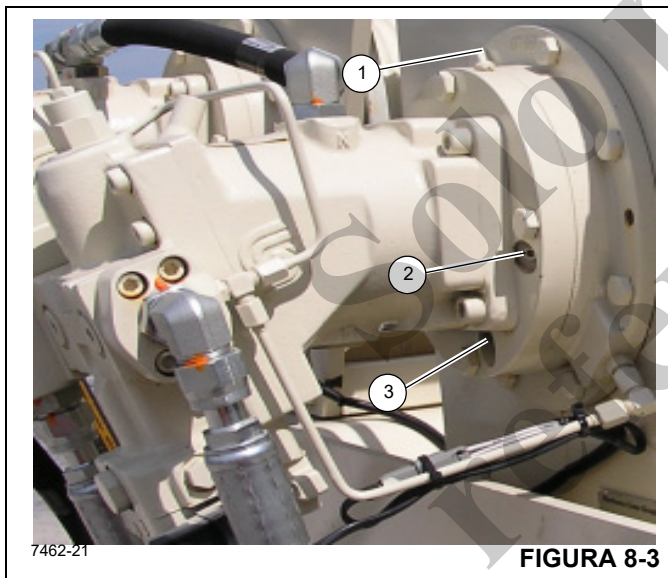

FIGURA 8-3
Para revisar el aceite de freno del malacate, saque el tapón de inspección (2, Figura 8-3) e inspeccione el nivel de aceite visualmente. El líquido deberá estar al nivel del fondo del agujero de inspección. Si se necesitan más fluidos, agregar a través del agujero del tapón de llenado y del ventilador del aceite de freno hasta que el aceite esté en el nivel inferior del agujero de inspección (1).
Para vaciar y añadir aceite nuevo, quite el tapón de vaciado (3, Figura 8-3), tapón de inspección (2) y tapón de ventilación (1), y vacíe el aceite hidráulico. Vuelva a instalar el tapón de vaciado (3) y añada fluido por el agujero de inspec-
Se recomienda cambiar el aceite en el mecanismo y en las secciones del freno después de las primeras 50 horas de funcionamiento y cada 1000 horas o 6 meses de uso. El aceite del mecanismo se vacía retirando el tapón con respiradero/de vaciado (vea la Figura 8-3).